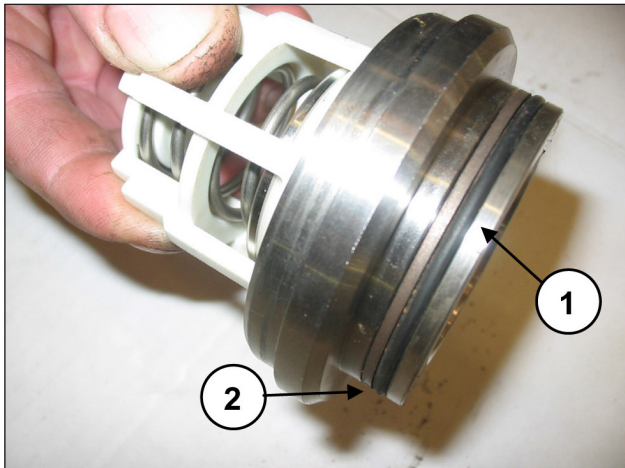

Fig. 117
Monte o anel circular, pos. de explosão nº. 6 (pos. ①, Fig. 117), e o anel anti-extrusão, pos. de explosão nº.16 (pos. ②, Fig. 117) sobre o local da válvula de fluxo.